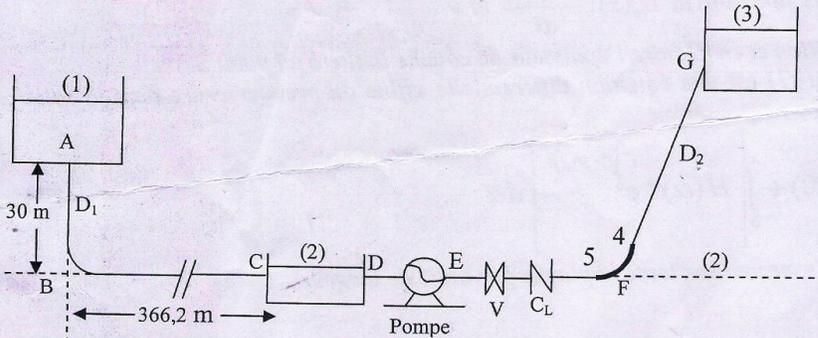

Figure 1
La conduite de refoulement a un diamètre $D_2 = 200$ mm, une longueur $l = 400$ -met débouche dans grand réservoir (3). La vanne V est complètement ouverte, son coefficient de perte de charge $K_V = 0,24$; celui du clapet C_L est $K_{C_L} = 0,85$. Le coude F est à 90° et son coefficient de perte de charge $K_F = 0,134$. Le niveau du réservoir (2) (entre C et D) est constant et est égal à 870 m d'altitude ; à sa sortie D les pertes de charges sont négligées (sortie profilée) (figure 1).
- 1) En écrivant l'expression de la perte de charge entre les réservoirs (1) et (2).